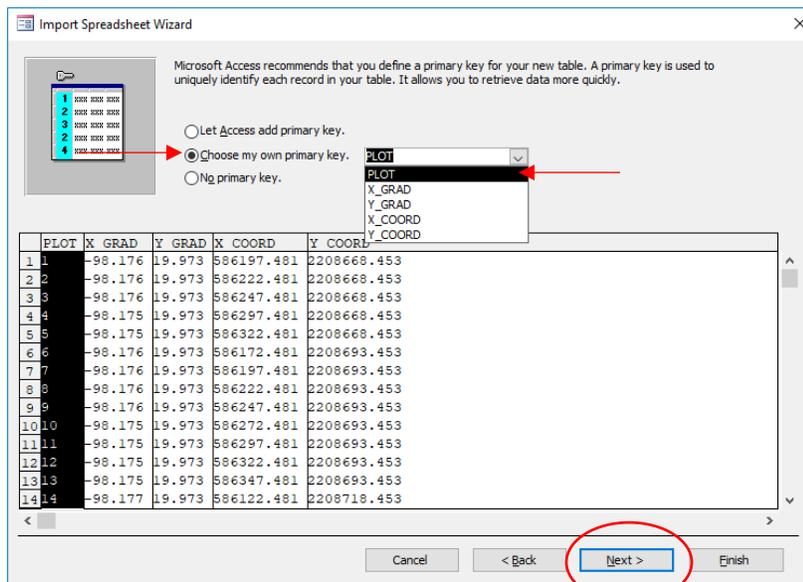

Figura 22. Importar Hoja de Excel (3)
- 3.7 En la siguiente ventana (Figura 22), seleccionar [PLOT] como Primary Key. Dar clic en [Next].